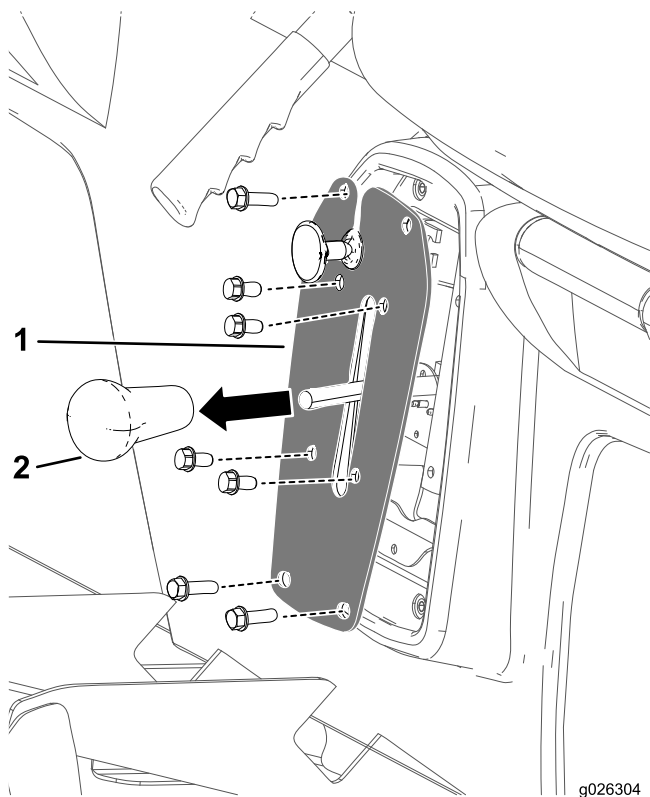

Figura 49
- Rimuovete la manopola dalla leva del cambio (Figura 49).
2. Rimuovete i 4 bulloni che fissano la piastra del cambio alla staffa del cambio (Figura 49).
3. Rimuovete i 4 bulloni che fissano la piastra del cambio alla base del sedile e rimuovete la piastra del cambio (Figura 49).
4. Avvitare la manopola della leva del cambio e serratela manualmente (Figura 49).